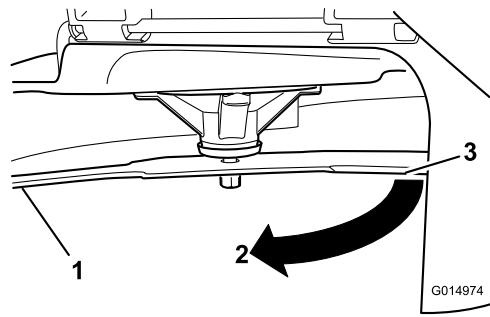

Figura 59
- 3. Distancia medida entre la cuchilla y la superficie (A) (Measured distance between the blade and the surface (A))
- 4. Gire la misma cuchilla 180grados de manera que el otro extremo esté en la misma posición (Figura 59). (Turn the same blade 180 degrees so that the other end is in the same position (Figure 59).)